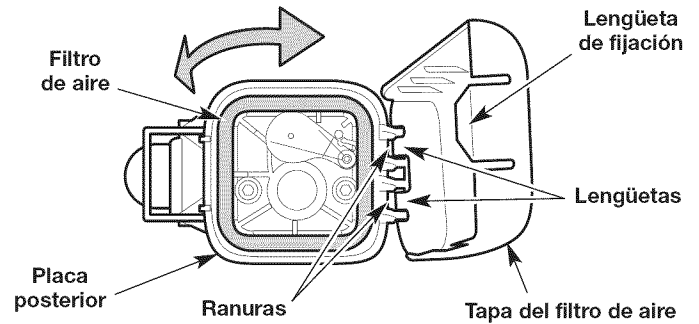

Fig. 14
1. Abra la cubierta del filtro de aire: oprima la lengüeta de fijación y gire la cubierta del filtro de aire hacia la derecha (Fig. 14).
2. Extraiga el filtro de aire (Fig. 14).
6. Vuelva a instalar el filtro de aire (Fig. 14).
7. Cierre la cubierta del filtro de aire: inserte las lengüetas de la cubierta del filtro de aire en las ranuras de la placa posterior. Gire la cubierta del filtro de aire hacia la izquierda y oprímala para cerrarla hasta que la lengüeta de fijación entra a presión en su lugar (Fig. 14).